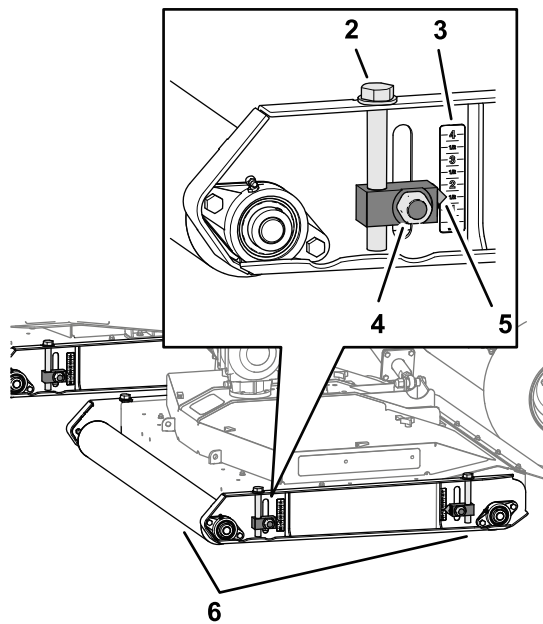

Figura 35
3. Allentate i 4 dadi di bloccaggio che fissano i 4 regolatori dell'altezza di taglio (Figura 35).